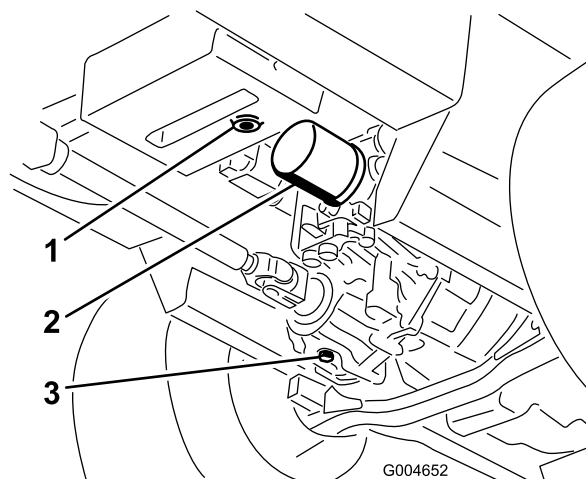

Figura 61
3. Mettete una bacinella grande sotto il serbatoio idraulico e la scatola della trasmissione, togliete i tappi e lasciate defluire tutto il fluido idraulico (Figura 61).
4. Pulite attorno al filtro del fluido idraulico e rimuovete il filtro (Figura 61).